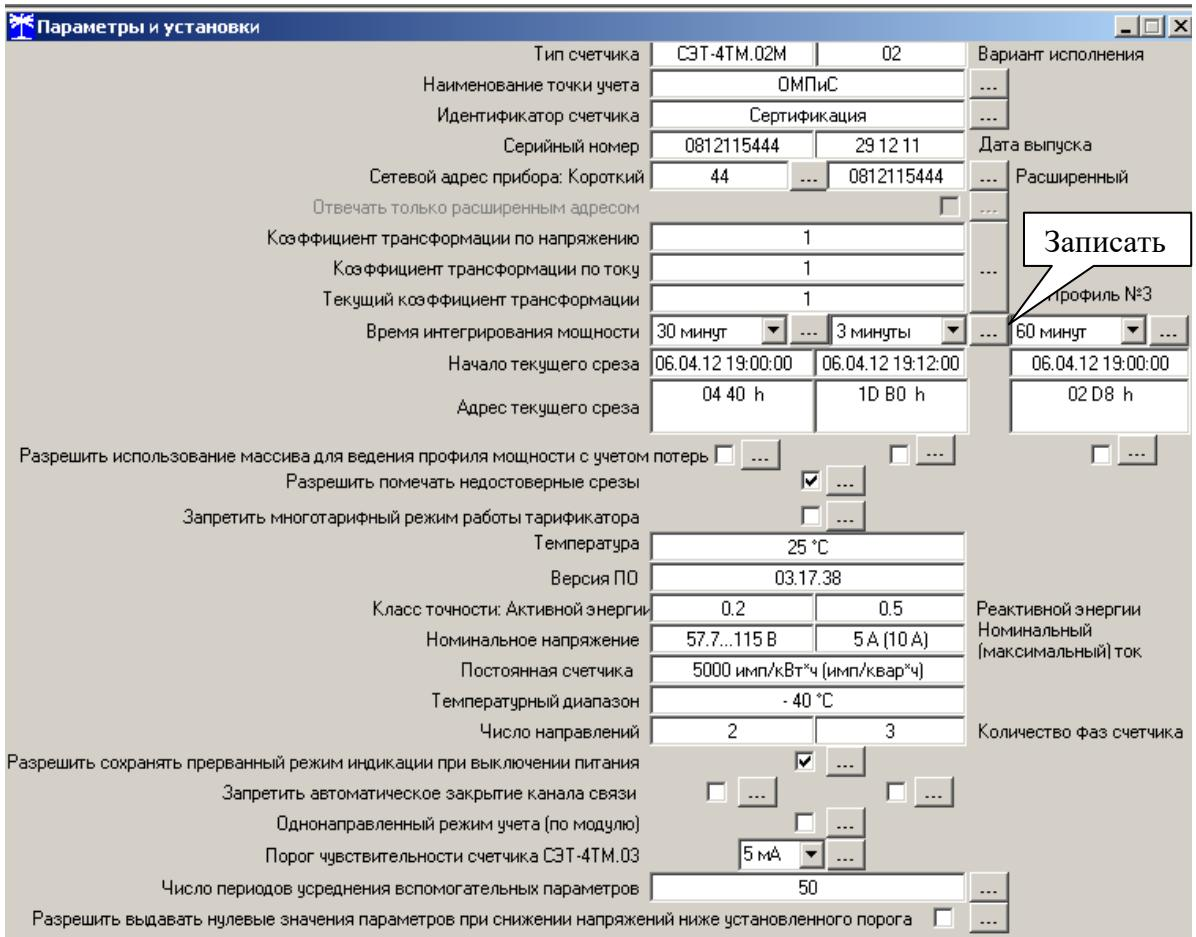

Рисунок 6 – Форма «Параметры и установки»
5.2.8.2 Для изменения адреса, нужно в соответствующее окно «Сетевой адрес» «Короткий», «Расширенный» формы «Параметры и установки» (рисунок 6) вписать требуемое значение и нажать кнопку «Записать», справа от окна. После успешной записи новый адрес автоматически переписывается в соответствующие окна «Сетевой адрес», «Расширенный сетевой адрес» генеральной формы программы для дальнейшей адресной работы со счетчиком.
Если счетчик предполагается использовать как однотарифный, то по каждому типу дня каждого сезона следует записать одинаковый номер тарифной зоны (от 1 до 8), по которой будет вестись учет. Если в счетчик уже введено тарифное расписание, а требуется вести учет по одному тарифу, то достаточно установить программируемый флаг «Запретить многотарифный режим работы тарификатора» на форме параметры и установки (рисунок 6), как описано в п. 5.2.7.12.